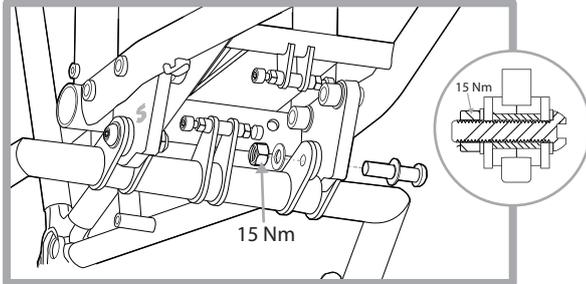

Figure 7
- Alignez le cadre de la béquille avec les plaques de montage du cadre et installez la visserie du pivot (vis M8x1,25-35L, rondelles M8, écrou de blocage M8). Appliquez de la graisse sur les filetages de la visserie du pivot avant de l'assembler dans le cadre. Maintenez la vis (à l'aide d'une clé hexagonale de 6 mm) et serrez l'écrou de blocage à 15 Nm (à l'aide d'une clé de 13 mm). **REMARQUE** : le manchon du pivot empêche l'articulation de trop se serrer. Vérifiez la liberté de mouvement de la béquille APRÈS le montage (figure 7).